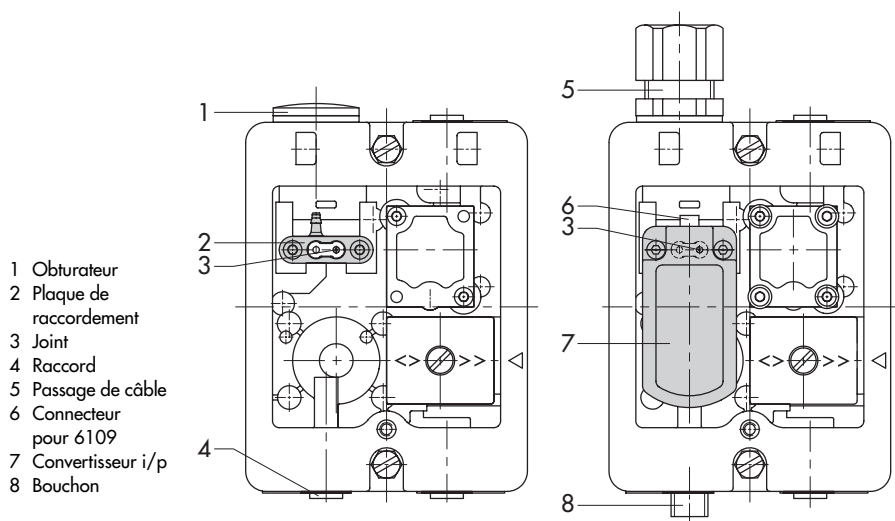

Fig. 9 - Transformation
7. Visser le convertisseur i/p à l'aide de deux vis sur le boîtier. Le joint (3) avec la restriction doivent être placés correctement par rapport au convertisseur (Vue d'en haut, la restriction se trouve au-dessus du perçage droit du boîtier. Voir fig. 9).
3. Obturer les perçages du boîtier à l'aide de la plaque de raccordement (2) et du joint (3). Veiller à une mise en place correcte selon la fig. 9.